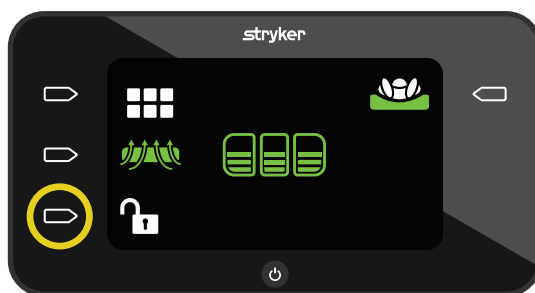

Figur 37 – LAL slået til
2. Slå LAL fra ved at trykke på **funktionsknappen** ved siden af ikonet for **LAL slået til** (Figur 37).